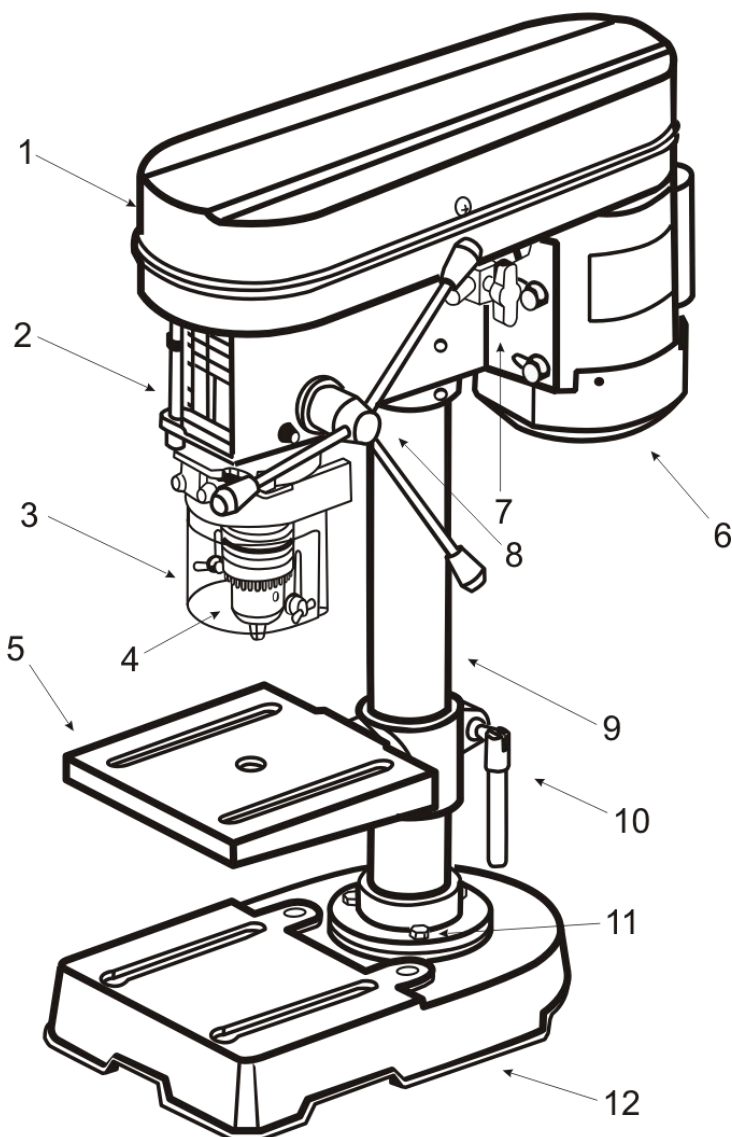

Рис. 1
- Установите опорную плиту (12) (См. Рис.1) на ровной, устойчивой поверхности рабочего верстака.
- Закрепите колонну (9) в опорной плите (12) с помощью болтов (11) (См. Рис.1,2).
- Установить держатель стола (10) (См. Рис.1,2) на колонну так, чтобы стол находился над ней, после чего закрепить стол в требуемом положении с помощью ручки.
- Сделайте подачу шпинделя вниз, прокрутив ручку (8) (См. Рис.1). Конус шпинделя войдет в зацепление с коническим отверстием в патроне, и надежно зафиксируется.
- Откройте защитный кожух (1)(См. Рис.1), ослабив для этого винты с ее правой стороны.
- Ослабьте крепежный винт (7) и сместить электромотор(6)(См. Рис.1) в направлении головной части станка, после чего становится возможным снятие клинового ремня.
- Рабочий стол (5) крепится к колонне и регулируется по высоте путем ослабления ручки фиксации (10) (См. Рис.1,9).
- Подача сверла осуществляется вручную с помощью 3-рычажной ручки подачи сверла (8) (См. Рис.1,9). Скорость вращения шпинделя определяется числом оборотов шпинделя и диаметром сверла. Правильный выбор подачи и задаваемого числа оборотов шпинделя является определяющим с точки зрения срока службы сверла. В этом отношении рекомендуем придерживаться следующего основного правила: при большом диаметре сверла следует задавать более низкое число оборотов шпинделя; чем выше твердость рассверливаемой заготовки, тем выше должно быть усилие нажатия сверла.